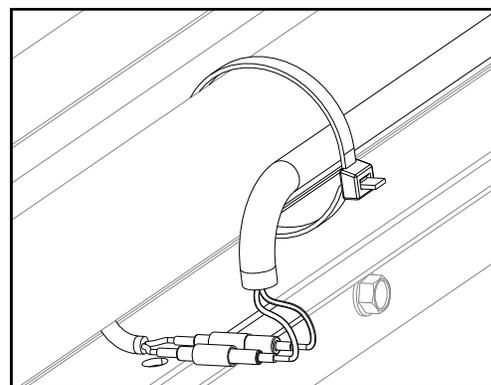

Fig. 3.1
3.1 Tirez le fil jusqu'à la lumière de travail arrière et branchez les connecteurs de balle dans le feu de travail arrière. (Voir la figure 3.1)